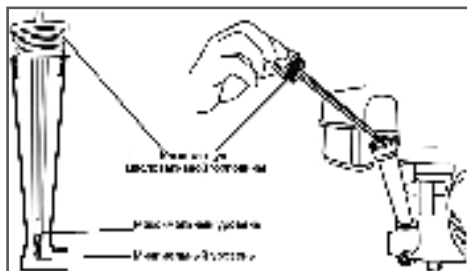

Рис. 9 Проверка уровня масла
1. Открутите крышку-щуп маслосаливной горловины (Рис. 9).